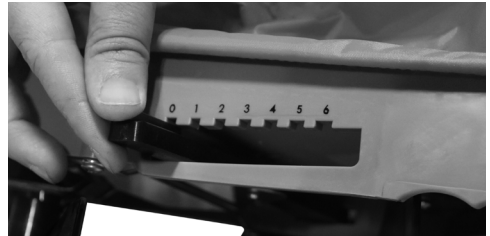

FIGURE 3
- Continuously turn the handle in a clockwise direction and walk at a consistent pace to help spread the seed evenly. To adjust the slide gate, press down on the control lever to reach the desired setting. (See Figure 3)
- Tournez continuellement la poignée dans le sens des aiguilles d'une montre et marchez à un rythme constant pour aider à épancher les semences uniformément. Pour régler la porte coulissante, appuyez sur le levier de commande pour atteindre le réglage souhaité. (Voir Figure 3)